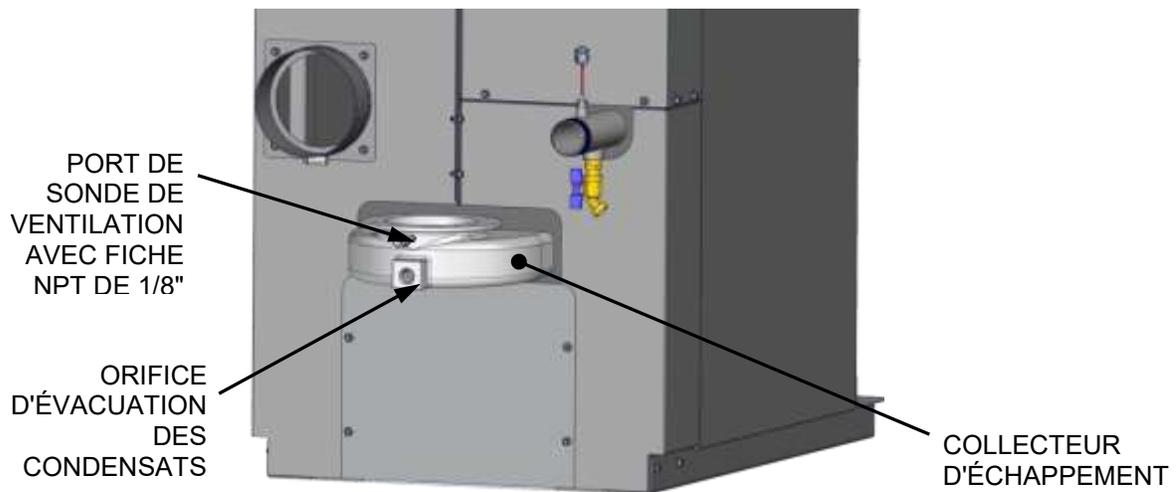

Figure 4.2.3 : Emplacement du trou de la sonde de l'analyseur
L'unité contient un orifice NPT de 1/8" à l'arrière du collecteur d'échappement. Cet orifice est situé au-dessus du raccord d'évacuation des condensats, comme le montre la figure 4.2.3. Préparer l'orifice de la sonde de l'analyseur de combustion comme suit :
1. Voir la figure 4.2.3 et retirer le bouchon NPT de 1/8" à l'arrière du collecteur d'échappement.